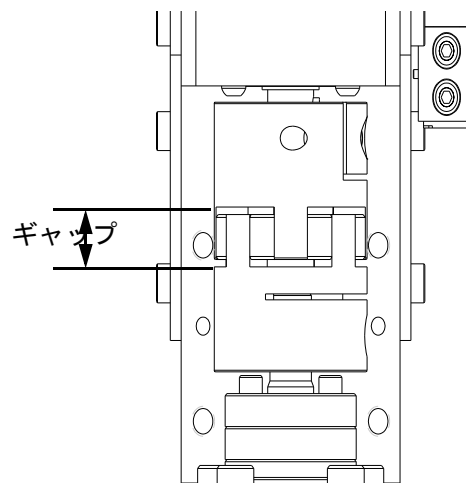

図 21
5. 適切なギャップができるまで継手を離してください。図 21. 以下の表を参照してください。